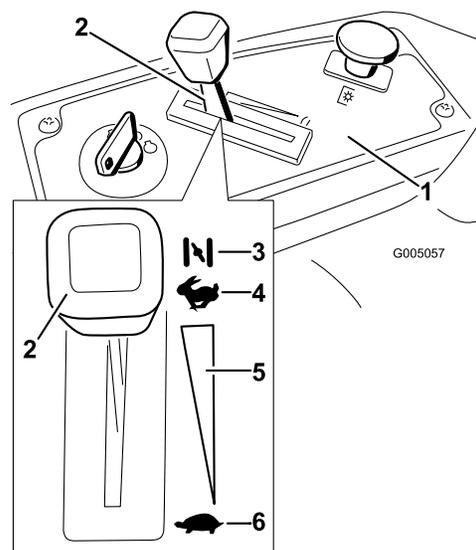

Figure 11
3. Placez la manette d'accélérateur en position Starter pour démarrer à froid (Figure 11).
5. Lorsque le moteur a démarré, amenez progressivement la manette d'accélérateur en position de Haut régime (Figure 11). Si le moteur cale ou hésite, ramenez la manette d'accélérateur
3. Tournez la clé de contact en position contact coupé (OFF) (Figure 11).